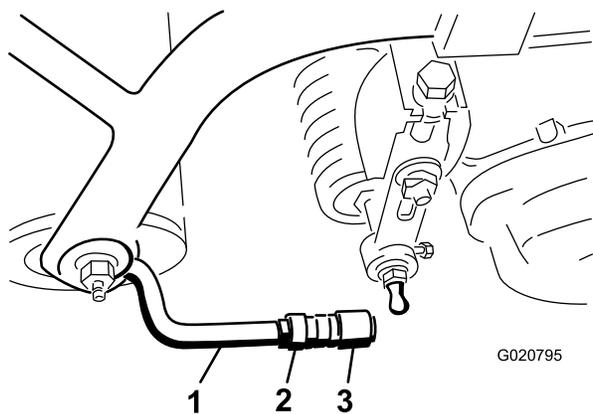

図 9
5. ソケットの口をボールスタッドに向けてソケットをボールジョイントに嵌め、ジャムナットを締めて固定する 図 9。